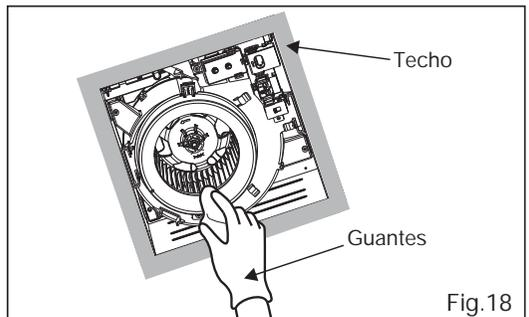

Fig.18
5. Con un paño humedecido con detergente de cocina, quite toda suciedad del cuerpo del extractor. Seque con paño limpio. (Fig.18)